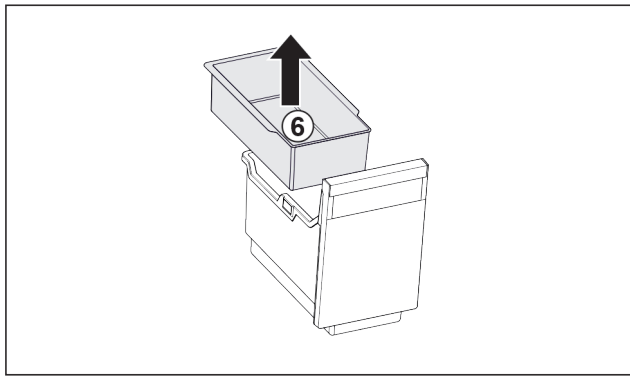

Fig. 90
- ▶ Rimuovere la vaschetta da agganciare Fig. 90 (6).